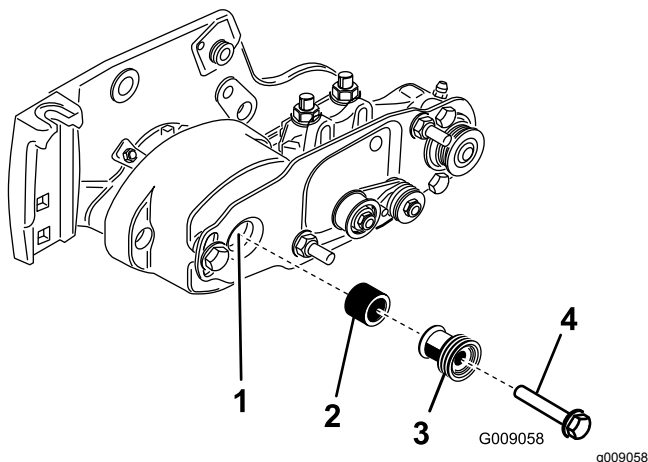

Figura 15
19. Instale el espaciador sobre el eje del alojamiento del cojinete (Figura 15).
20. Inserte la p Polea motriz en el espaciador y sobre el árbol de transmisión (Figura 15). Asegúrese de que las pestañas de la p Polea entran en la ranura del eje motor.
21. Sujete la p Polea y el espaciador al árbol de transmisión con un perno con arandela prensada ($\frac{3}{8}$ " x 2") (Figura 15).